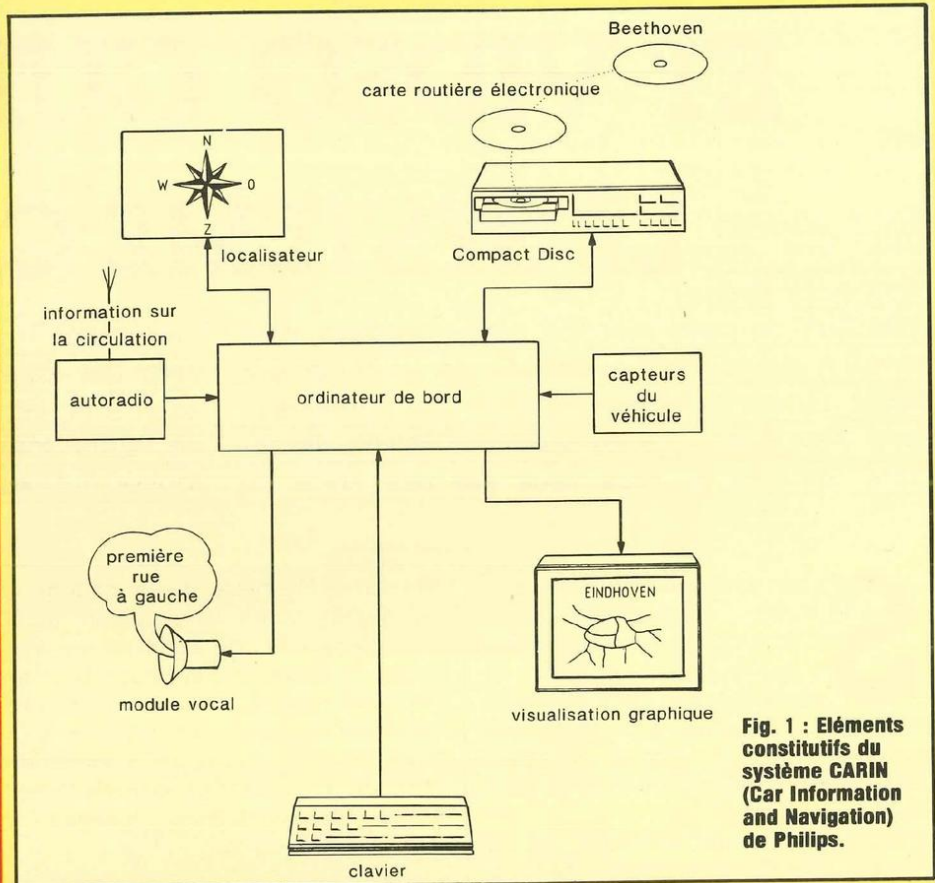

Fig. 1 : Éléments constitutifs du système CARIN (Car Information and Navigation) de Philips.
**S**chématisé sur le dessin de la figure 1, le système CARIN d'information et de navigation – appliqué à l'automobile – se compose d'un certain nombre d'éléments, associés à un ordinateur de bord auquel incombe le traitement des diverses informations qui lui sont communiquées.